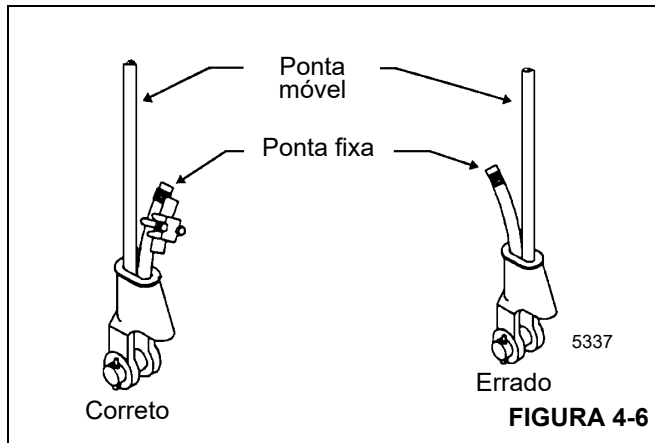

FIGURA 4-6
3. Certifique-se de que o lado do cabo móvel com a carga (Figura 4-6) esteja diretamente alinhado com as orelhas do terminal e a direção da tração a que o cabo será submetido. Se o cabo for incorretamente carregado no terminal, sob uma carga, o cabo dobrará conforme sai do terminal e a borda do terminal se desgastará no cabo causando danos ao cabo e falhas eventuais.